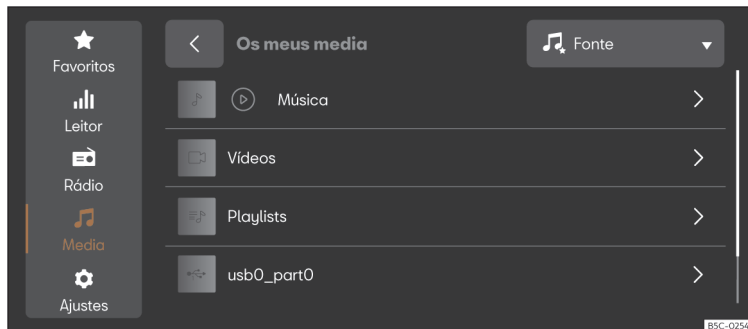

Fig. 177 Representação esquemática: Vista Multimédia.
- Pressione **HOME** > > >>> **Fig. 177**.